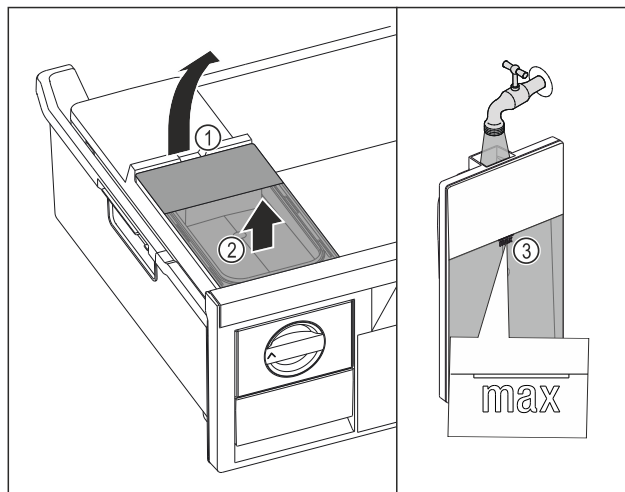

Fig. 140
- Wassertank an der Aussparung Fig. 140 (1) anheben.
- Wassertank nach oben entnehmen. Fig. 140 (2)
- Wassertank bis zur Markierung Fig. 140 (3) mit Trinkwasser befüllen.